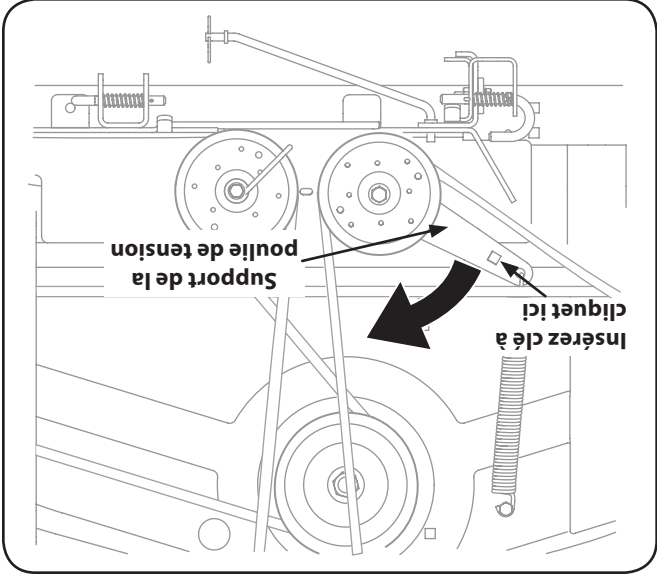

Figure 7-3
5. Sortez la goupille de support du plateau de coupe pour décaler le plateau de la tringle de relevage. Voir la Figure 7-3.